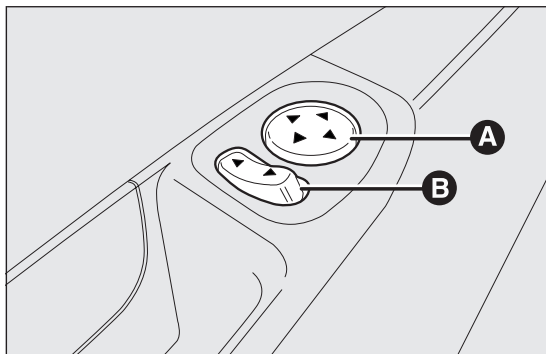

fig. 25
- selezionare lo specchio su cui operare tramite il selettore B fig. 25;
- regolare lo specchio, agendo nei quattro sensi tramite il joystick A fig. 25.